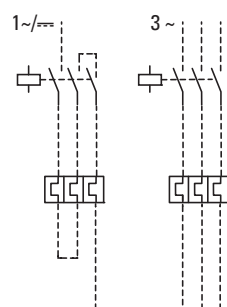

Abbildung 13: Hauptstromverdrahtung
► Verdrahten Sie die Motorleitungen wie in → Abbildung 13.